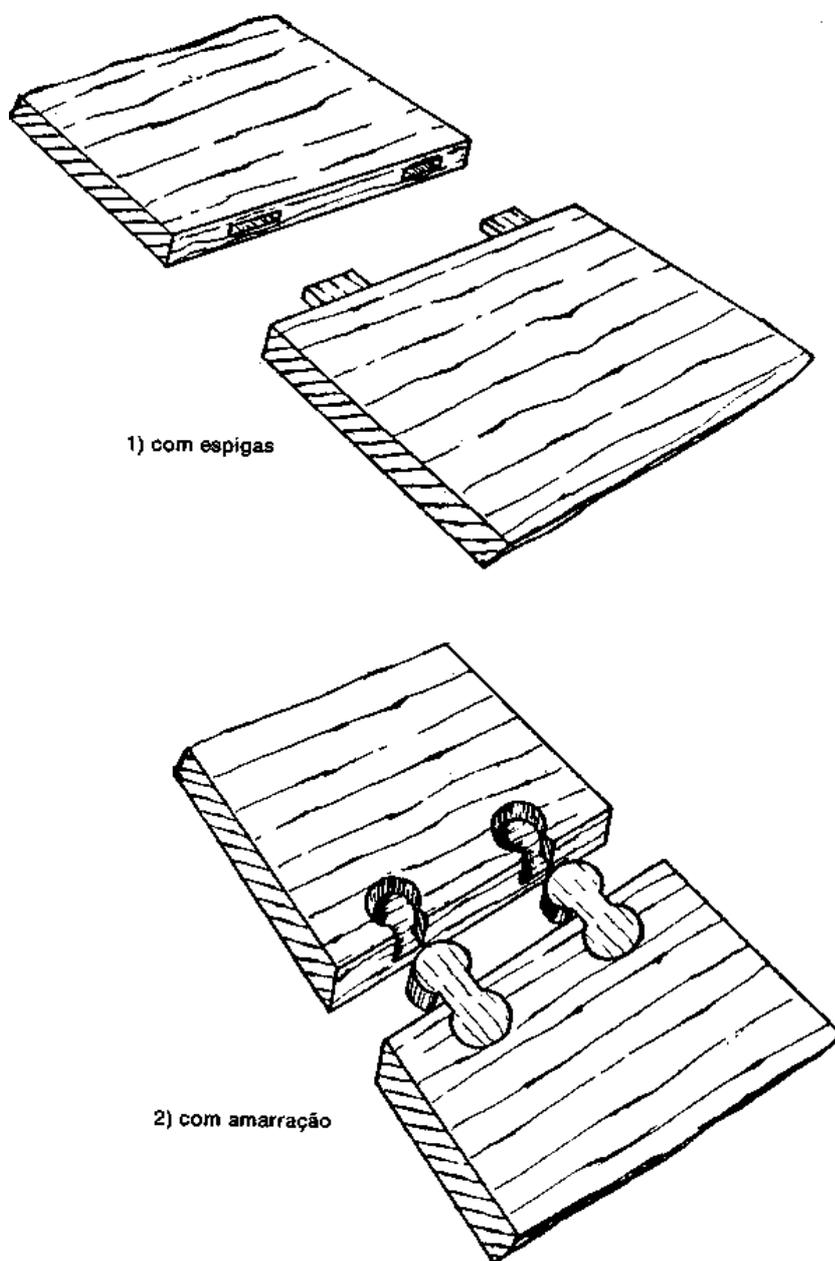

Fig. 185 — Junções.
Para reforçar a junta de um tampo, lançamos mão de cavilhas, espigas postiças ou talas. Em casos especiais, recorreremos até à cavilha de ferro, visto a resistência desse material permitir que se reduza ao mínimo sua grossura (Figs. 185 e 186).
*Junta com macho postiço.* — Quando não dispomos de material aparelhado e com macho e fêmea, e não temos máquina própria para fazer essa operação, abrimos um canal em cada peça e colocamos uma tala num dos canais, para servir de macho. É evidente que o efeito dessa construção é idêntico ao da junta com macho e fêmea. Este macho postiço tem a vantagem de não reduzir a largura de uma das duas peças a juntar (Fig. 185, 1).